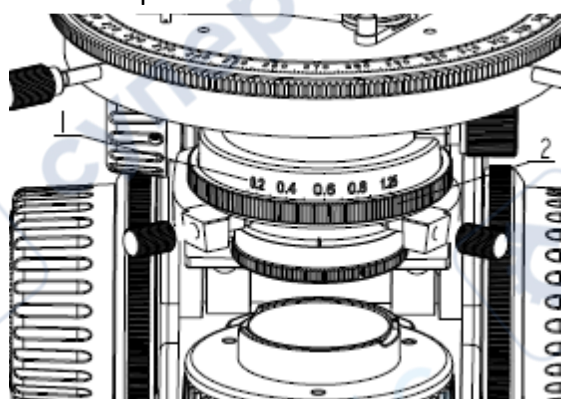

Рис.18
2. Использование апертурной ирисовой диафрагмы (рис. 18).